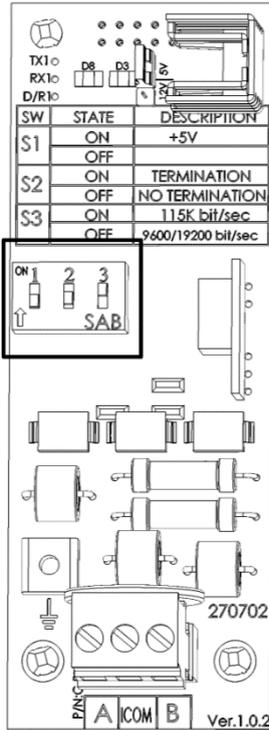
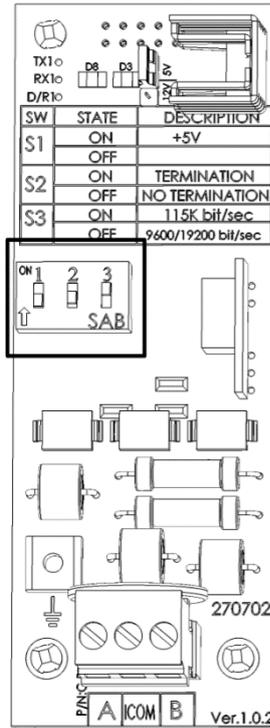

Figura 21: Terminação Isolada RS-485 ativada
Figura 22: Terminação Isolada RS-485 desativada
- Figura 21 e Figura 22 não mostram a configuração de 5V dipswitch.